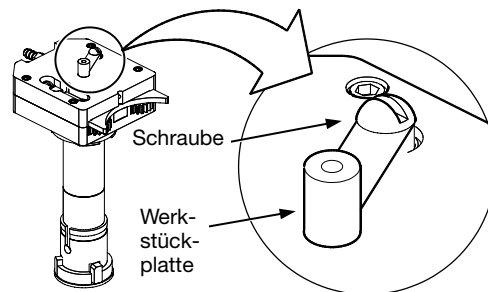

Abbildung 37 Trennen des Zahnrings vom Bürstenring
12. Stellen Sie sicher, dass die Schraube der Werkstückplatte festgezogen ist und keine übermäßige Oxidation aufweist. Siehe Abbildung 37. Die Werkstückplatte gegebenenfalls mit einem feinkörnigen Schleifkissen reinigen.